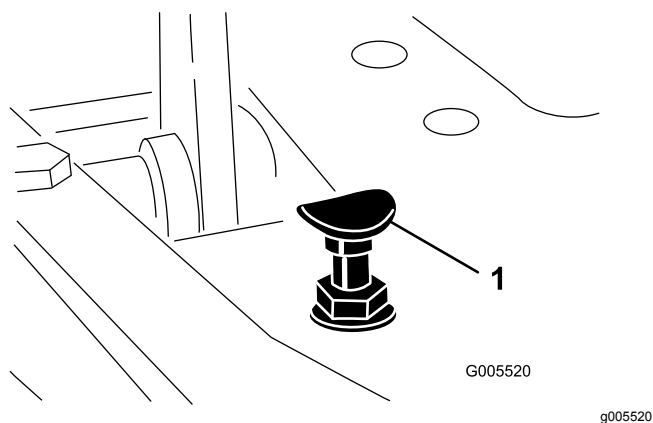

Figura 44
Para obter a velocidade máxima de transporte, engate a alavanca de controlo de função na posição TRANSPORTE e carregue para baixo no pedal de tração. Se o pedal entrara em contacto com o batente (Figura 44) antes de sentir tensão no cabo, é necessário efetuar o seguinte procedimento de ajuste:
1. Ponha a alavanca de controlo de funcionamento na posição TRANSPORTE e liberte a porca de bloqueio que fixa o batente do pedal à placa inferior (Figura 44).